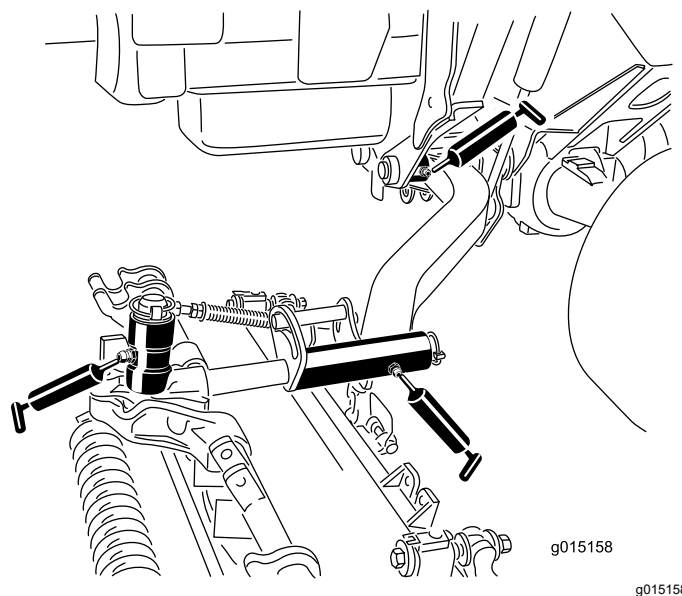

図 71
- 昇降アームのピボットブッシュカッティングユニット 1 台に 1ヶ所 図 71
- カッティングユニットのキャリアフレームカッティングユニット 1 台に 2ヶ所 図 71
- 昇降アームのピボットカッティングユニット 1 台に 1ヶ所 図 71